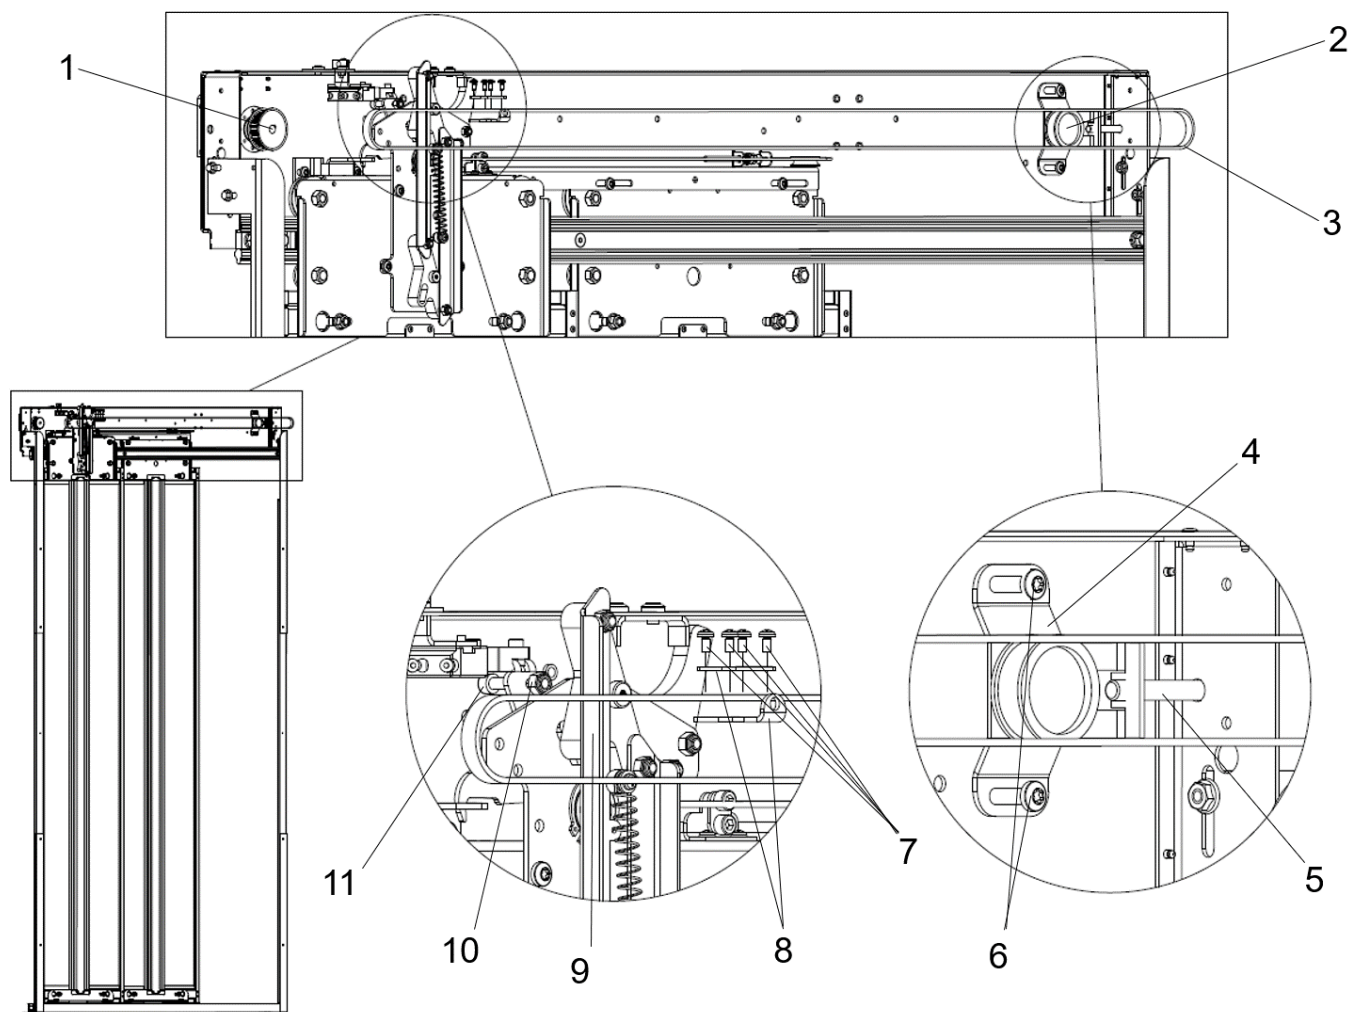

Fig. 46 Udskiftning af rem
1. Kontrollér remmen (3) visuelt for brud og skader. Hvis remmen skal udskiftes, fortsættes der fra trin 7.
3. Justér remmen ved at dreje remspændeskruen (5).
7. Fjern remklemmen (8) fra medbringeren (9) ved at løsne skruen (11) og møtrikken (10), som holder dem sammen, se Fig. 46.
8. Løsn skruerne (6), som holder medløberremskiveholderen (4), og løsn remspændeskruen for at løsne remmen omkring remskiverne (1) (2).
11. Fjern remklemmen og skruerne (7) fra remmen.